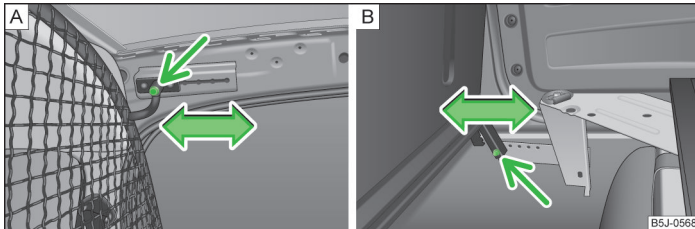

Abb. 78 Obere / untere Aufnahme der Sicherheitstrennwand
- › Auf jeder Seite im oberen Bereich der Karosserie eine Schraube » Abb. 78 - und im unteren Bereich eine Schraube » Abb. 78 - herauserschrauben.